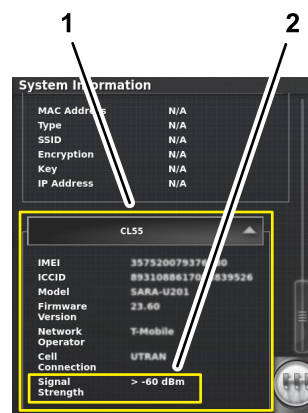

Figura 211
2. En la pantalla de información del sistema, utilice la barra de desplazamiento para navegar al icono CL55 (Figura 211).
3. Pulse el icono CL55 para mostrar información sobre la intensidad de la señal (Figura 211), y compruebe que la intensidad de la señal del módem es de entre -60 dBm y -99 dBm.